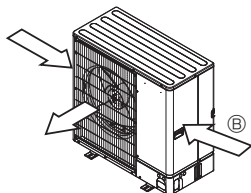

Fig. 2-6
- 4 Jei įmanoma, pastatykite įrenginį taip, kad oras per oro išėjimo angą pūstų statmenai sezoninio vėjo krypties atžvilgiu. (Fig. 2-6)